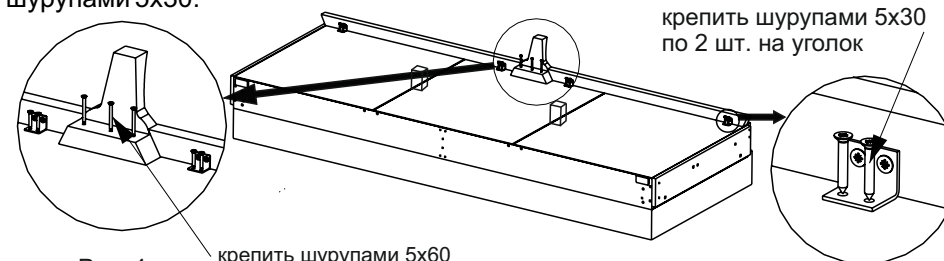

Рис. 4
- 5) **установить** сиденье с основанием в положение, показанное на рис. 4 и **прикрутить** опору декоративную переднюю шурупами 5x60 и планки шурупами 5x30.